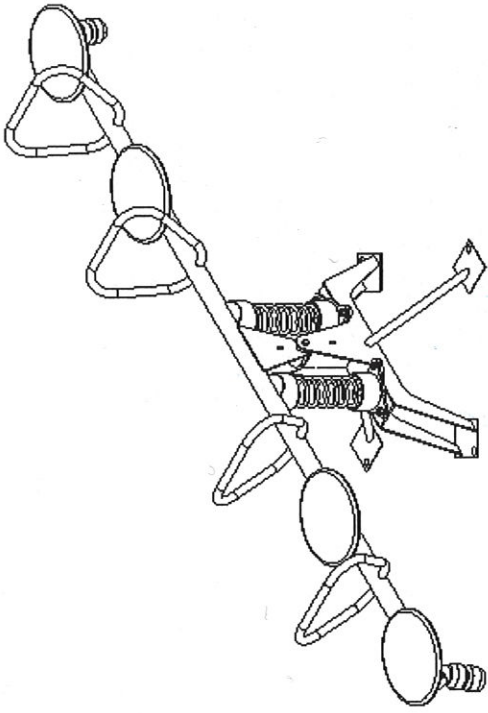

Рисунок 1 - Общий вид изделия
- 4.1 Изделие поставляется в сборе (см. рисунок 1).